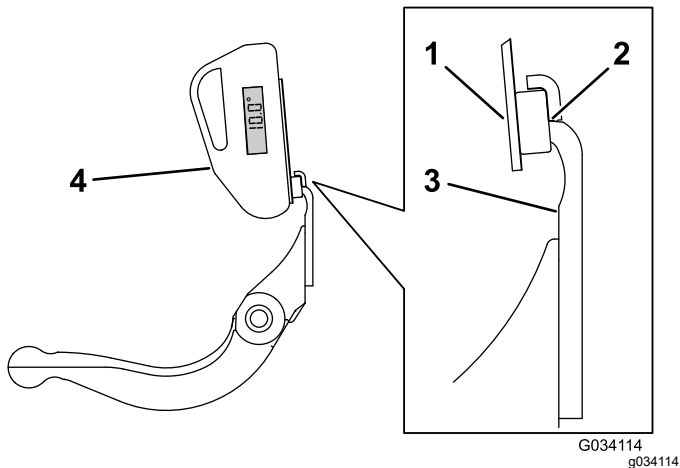

Bild 31
3. Legen Sie die Neigungsmesserbefestigung an die Kante des Untermessers, sodass die Kante des Magnets bündig mit der Kante des Untermessers ist (**Bild 31**).
4. Legen Sie den Neigungsmesser auf die Befestigung, wie in **Bild 31** abgebildet.